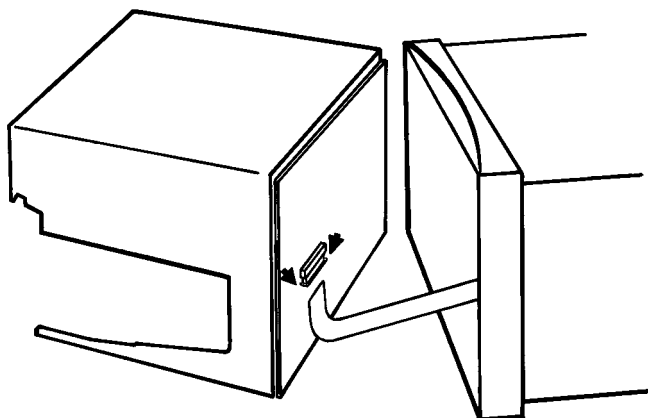

Abb. 7.6.1c Entfernen des Flachbandkabels
4. Trennen Sie das Flachbandkabel von dem Stecker (Abb. 7.6.1c). (Der Stecker besteht aus einem auf die Karte fest montierten Teil und einem Bügel. Drücken Sie den Bügel vorsichtig von dem festen Teil weg, bis Sie das Kabel leicht entfernen können.